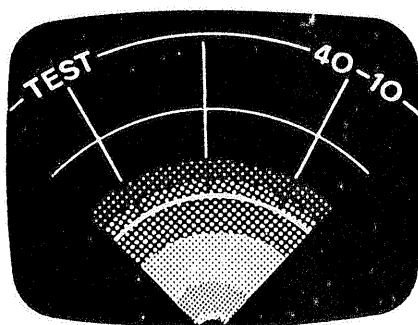

Figura 2. Padrão de Teste "CONTORNO"
3. O padrão de teste "CONTORNO" (figura 2) deverá aparecer.